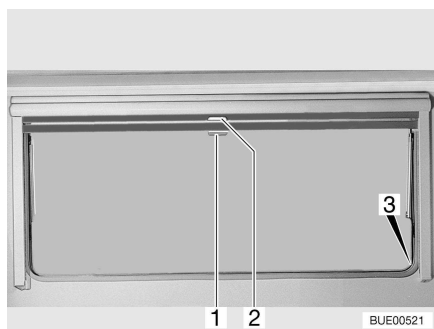

Bild 26 Överkantshängt fönster
- Drag ned mörkläggningsrullgardinen med handtaget (Bild 26,2). När mörkläggningsrullgardinen dras ned helt fäster man det i spärrarna (Bild 26,3) på båda sidorna på fönsterkarmen.
- När mörkläggningsrullgardinen är helt neddragen: Tryck ned handtaget (Bild 26,2) och drag det något inåt. Nu kan man ta loss mörkläggningsrullgardinen ur spärrarna på båda sidorna av fönsterkarmen.
- När mörkläggningsrullgardinen inte är helt neddragen: Drag handtaget (Bild 26,2) lätt nedåt tills spärren släpper.
- Drag ner insektsnätet med handtaget (Bild 26,1) och fäst det i spärrarna (Bild 26,3) på båda sidorna av fönsterkarmen.
- Tryck ned handtaget (Bild 26,1) och drag det något inåt. Lossa insektsnätet ur spärrarna på båda sidorna av fönsterkarmen.